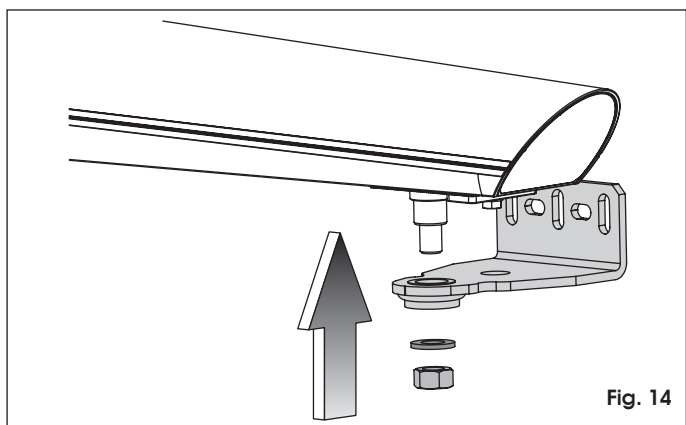

Fig. 14
5. Assembler la patte antérieure d'après la figure 14.